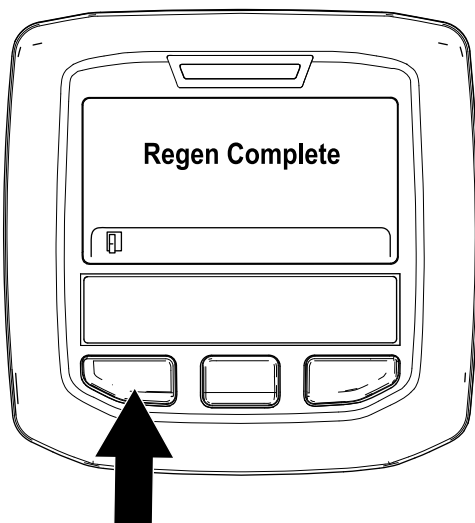

Рисунок 54
9. Регенерация с парковкой будет завершена, когда на дисплее инфо-центра появится сообщение «Regen Complete» («Регенерация завершена»). Для перехода на главный экран нажмите левую кнопку (Рисунок 54).